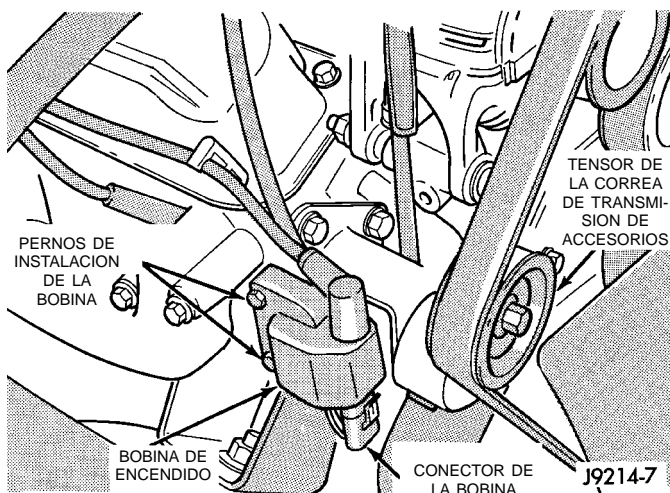

Fig. 25 Bobina de encendido—Motores de 5.2L/5.9L
(4) Inspeccione las conexiones de la bobina de encendido. Verifique que el cable secundario de la bobina esté firmemente conectado a la bobina (Fig. 25).
(5) Verifique que la tapa del distribuidor esté correctamente instalada en el distribuidor. Asegúrese de que los cables de las bujías estén firmemente conectados a la tapa del distribuidor y de que las bujías se encuentren en el orden de encendido correcto. Asegúrese de que el cable de la bobina esté firmemente conectado a la tapa del distribuidor y a la bobina. Asegúrese de que el cable del conector del sensor de posición del árbol de levas (en el distribuidor) esté firmemente conectado al conector del mazo. Inspeccione el estado de las bujías. Consulte el Grupo 8D, Sistema de encendido. Conecte un osciloscopio al vehículo e inspeccione la chispa para determinar si hay bujías o cables empastados o dañados.